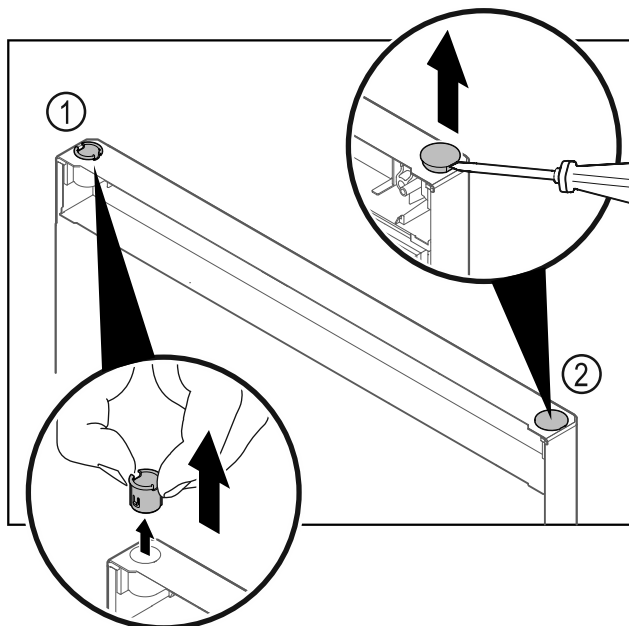

Fig. 31
- Wyjąć palcami tuleję zawiasu Fig. 31 (1).
- Zatyczkę osłonki Fig. 31 (2) ostrożnie podważyć przy pomocy śrubokręta płaskiego i wyjąć.